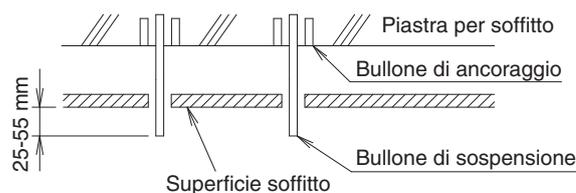

Fig. 9
- Regolare in anticipo la distanza del bullone di sospensione dal soffitto. **(Fare riferimento alla Fig. 9)**
- I componenti illustrati in Fig. 9 verranno forniti in loco.